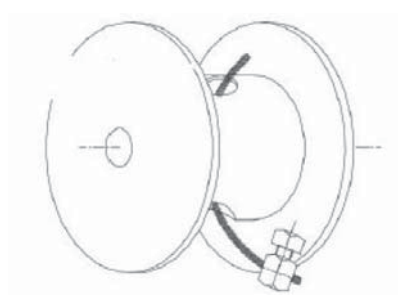

Fig. 2
- S'assurer que la vis de pression du serre-câble a été vissée à fond (Fig.2) et que le sens d'enroulement sur le tambour est respecté (Fig.3).